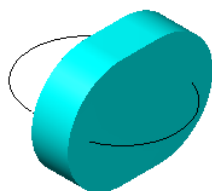

图 5.2.10 X 轴
- ☒  选项：用于设置 X 轴为挤出曲面的中心轴，如图 5.2.10 所示。